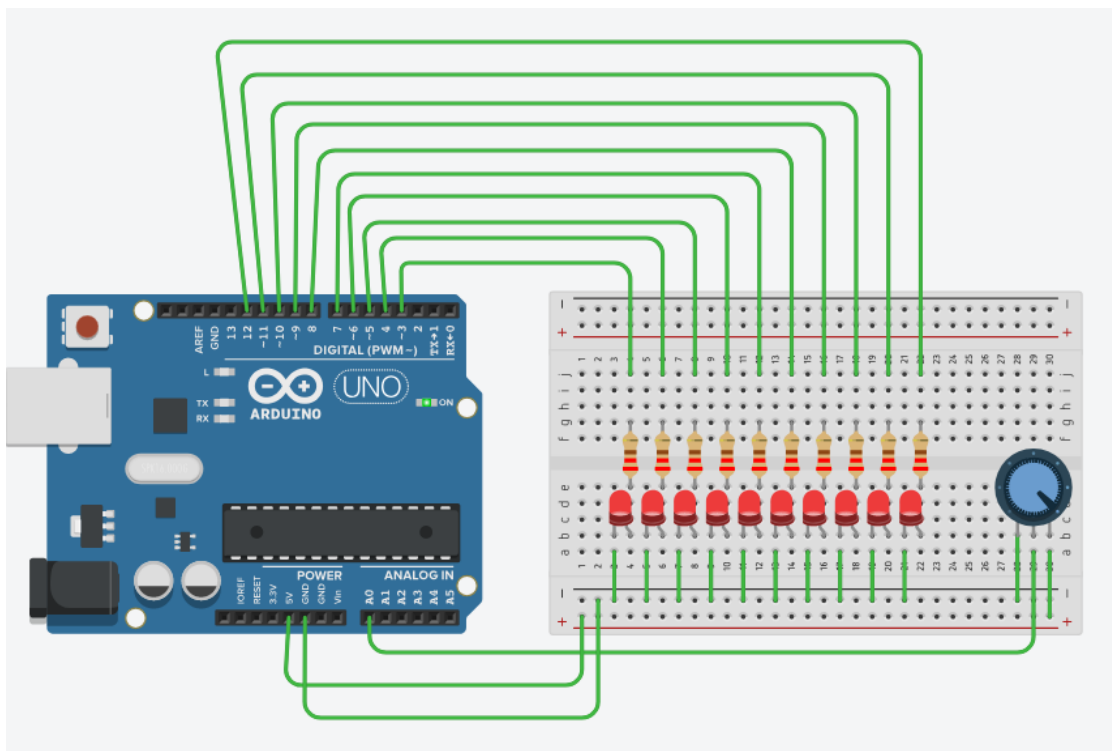

Рисунок 1.7 – Схема подключения светодиодов
3. Обработка входного аналогового сигнала на примере светодиодной шкалы. Дополните имеющуюся схему для считывания значения уровня напряжения на потенциометре и отображения его в виде светодиодной шкалы (рисунок 1.7). **Питание к схеме не подключать!** Покажите собранную схему преподавателю.